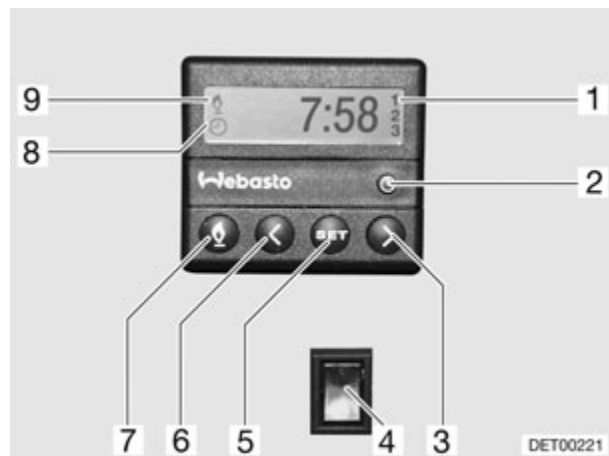

Fig. 134 Unidad de mando para la calefacción auxiliar
- Pulsar la tecla (Fig. 134,7). El funcionamiento de la calefacción se indica con el símbolo (Fig. 134,9).
- Pulsar la tecla (Fig. 134,7). Se apaga el símbolo (Fig. 134,9).
- Pulsar el interruptor (Fig. 134,4) por abajo. Se precalienta el motor.
- Pulsar el interruptor (Fig. 134,4) por arriba. El motor permanece frío.
- Pulsar la tecla (Fig. 134,2). El ajuste de la hora se indica con el símbolo (Fig. 134,8).
- Ajustar la hora con las teclas (Fig. 134,3 y 6).
- Pulsar la tecla (Fig. 134,5).
- Ajustar en 10 seg. el momento de conexión con las teclas (Fig. 134,3 y 6).
- Pulsar la tecla (Fig. 134,5) tantas veces como sea necesario hasta que aparezca en el display el número de programación (Fig. 134,1).